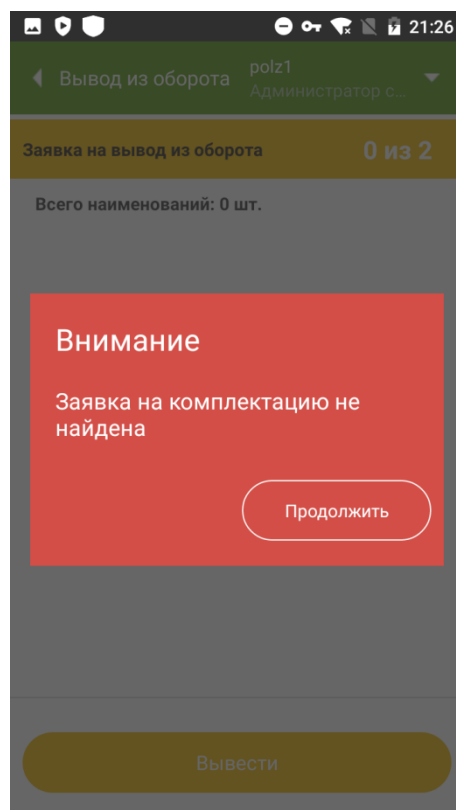

Рисунок 11.14
- 2.2.2. Если отсканированный код не найден в комплектации, указанной при формировании сопроводительного документа, появится системное предупреждение «Заявка на комплектацию не найдена» (Рисунок 11.14). Нажать «Продолжить». Перейти на шаг 2.2.
- 2.2.4. Если в сопроводительном документе не была указана комплектация, появится системное предупреждение «Заявка на комплектацию не найдена» (Рисунок 11.14). Нажать «Продолжить». Отсканированный код будет добавлен в список.